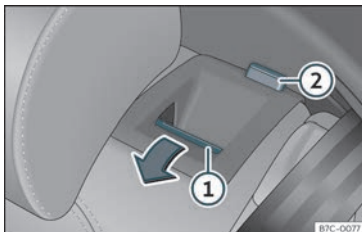

Fig. 111 Sedile posteriore: ribaltare lo schienale.
- Premere il tasto di sblocco »» fig. 111 ① in avanti e, contemporaneamente, ribaltare lo schienale. Lo schienale posteriore è sbloccato quando si vede la tacca rossa sul tasto ②.
Lo schienale posteriore è sbloccato quando si vede la tacca rossa sul tasto »» fig. 111 ②.